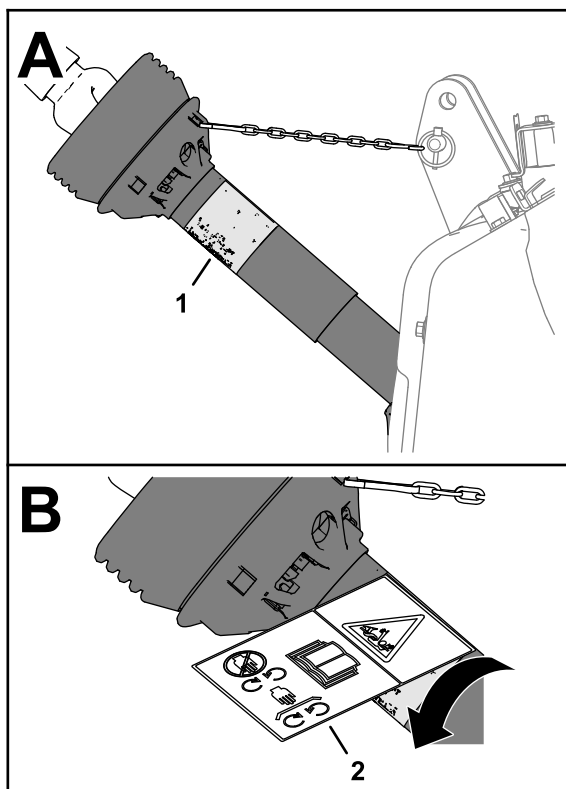

図 19
1. シャフトガードを回して既存の巻き込まれ警告デカルにアクセスする 図 19。
4. 既存の巻き込まれ警告デカルの上からCE用巻き込まれ警告デカルを貼りつける 図 19。